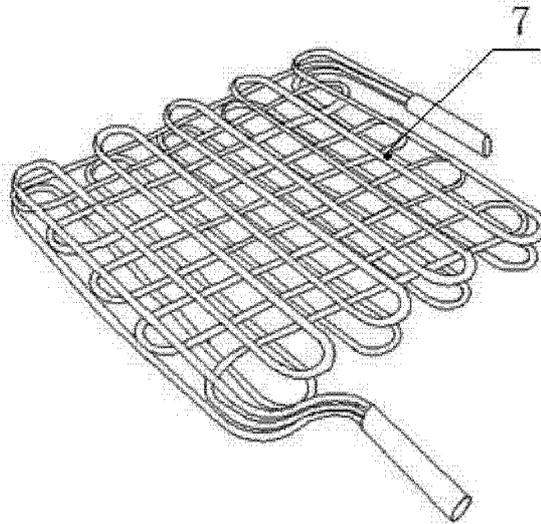

图 4
- [0014] 图 4 为本实用新型的水空调水箱的结构示意图。
[0020] 所述水空调水箱 7 用铜管来回弯曲，弯成一个水箱面积大小的平面，用 3 个这样的铜管平面组合成一个散热器，就是把这进水口连成这三个铜管，在流出的水口在流进一个总管。（水箱的内管流水装置见附图 4）这样就提高了水与外界的接触面积，而且由于水不是原有水箱的那种连通器原理，而是增加了散热管在水箱内的长度，所以水冷能得到较充分的利用。再在铜管上面插上铜片，这样才能充分利用水冷的利用效率，这样水冷的利用率就会大大提高。